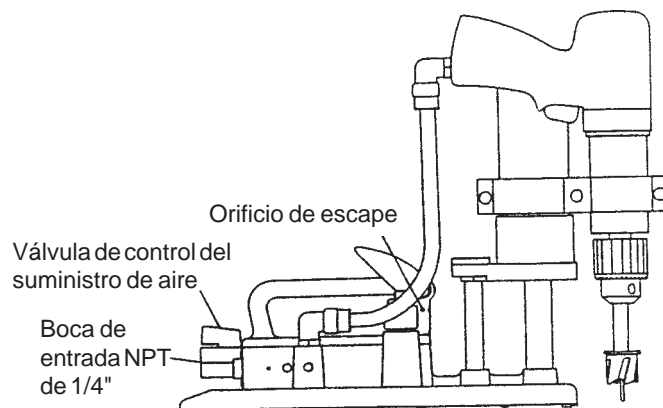

Figura 5
7. Conecte la boca de entrada NPT de 1/4" de la unidad 1557 (figura 5) a un suministro de aire filtrado, con un tamaño mínimo de calibre de 7 mm o de 5/16" y un rango de presión de aire efectiva de 75-120 psi.
8. Abra la válvula de control del suministro de aire (figura 5). Cualquier fuga de aire que salga provendrá de los orificios de escape situados en la parte delantera del asa. NO BLOQUEE LA SALIDA DE ESCAPE.